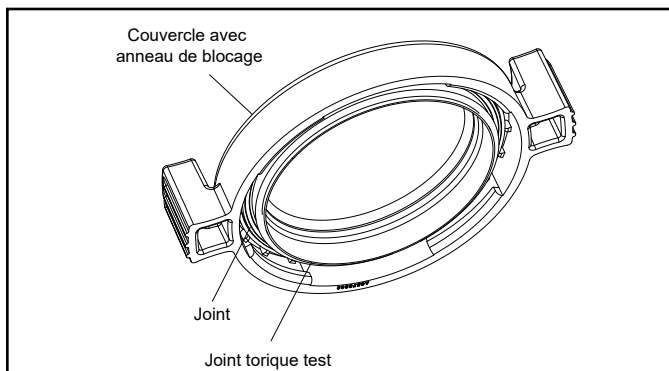

Figure 13. Joint torique test de pression bleu
**IMPORTANT:** VSSHP220DV2A et VSSHP270DV2A sont fournis avec un joint torique jetable supplémentaire pour le test de pression. Il s'agit du joint torique bleu utilisé pour le test de pression (voir les Figures 13 et 14). Si vous avez ouvert le couvercle de la pompe avant de procéder au test de pression, le joint torique bleu pourrait être éjecté. Si le joint torique bleu est éjecté, celui-ci devra être réinstallé sur le couvercle avant de procéder au test de pression (voir 3.6.2).